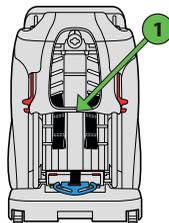

Figure 36
Acheminez les sangles du harnais sous la couverture du dossier du siège (1), tel qu'illustré dans la **Figure 36**.